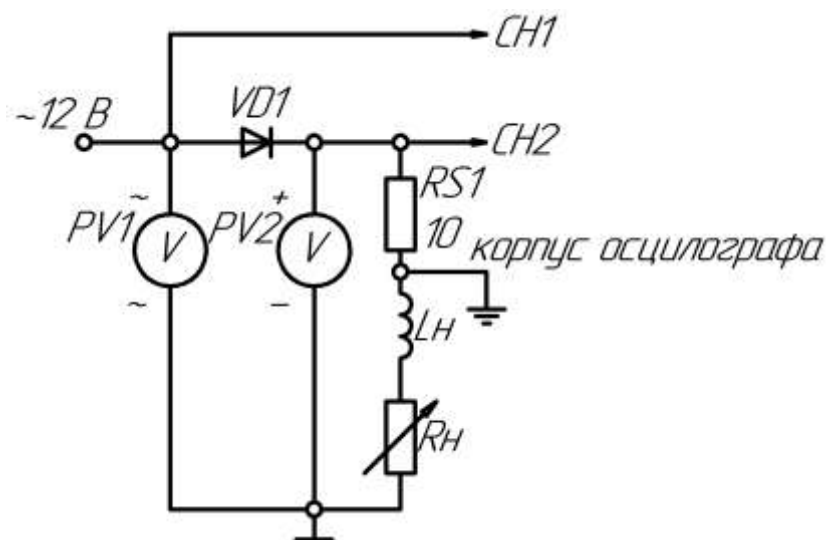

Рис.31
6) Включить дроссель последовательно с нагрузкой (рис. 31); снять осциллограммы напряжения на диоде U_a и анодного тока I_a . Снять осциллограмму напряжения на нагрузке U_n , переключив корпус осциллографа на общий провод, не забудьте определить масштабы по току и напряжению;